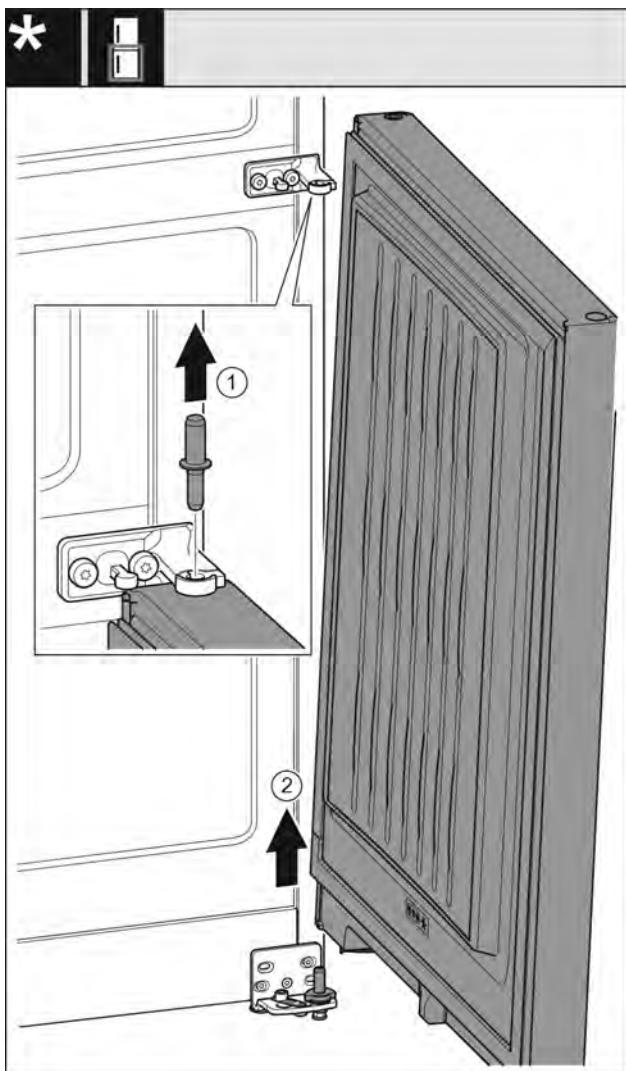

Fig. 11
- Извлеките пальцы движением вверх. Fig. 11 (1)
- Отведите дверь, потяните вверх и отставьте в сторону. Fig. 11 (2)